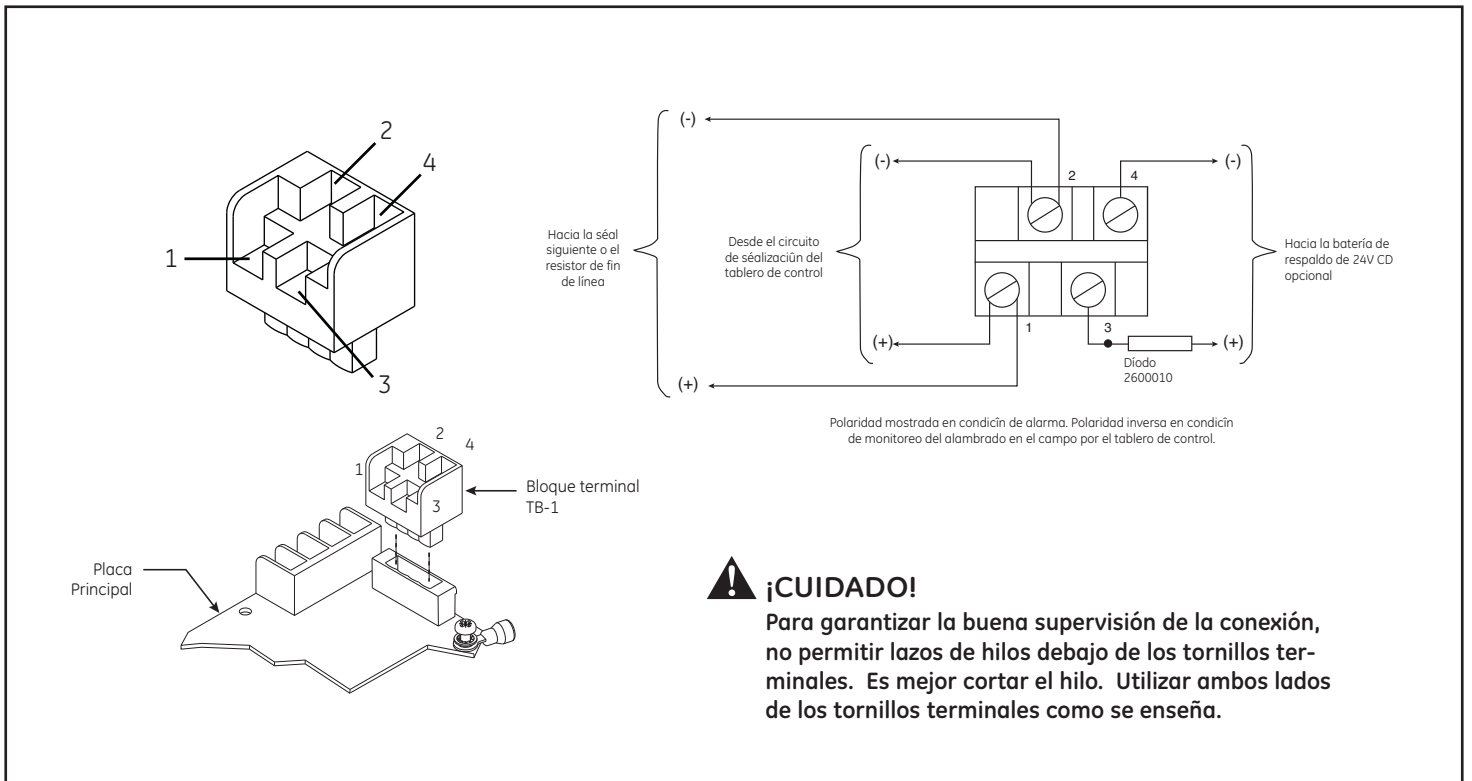

Figura 3. Alambrado al bloque terminal BT1
Para garantizar la buena supervisión de la conexión, no permitir lazos de hilos debajo de los tornillos terminales. Es mejor cortar el hilo. Utilizar ambos lados de los tornillos terminales como se enseña en la Figura 3.
- b. Conectar la alimentación entrante a los terminales TB1 uno y dos en la placa principal como enseña la Figura 3. Se tiene que respetar la polaridad.
- c. Conectar los hilos que van a la señal siguiente o al resistor de fin de línea con los terminales TB1 uno y dos en la placa principal como se ve en la Figura 3. Se tiene que respetar la polaridad.
- d. Opcional: Se puede conectar una batería exterior de 24V CD (no incluida) en serie con un diodo separado, número de parte 2600010 (incluido) a los terminales TB1 tres y cuatro en la placa principal como se ve en la Figura 3 y como se indica en el diodo.
NOTA: El "Terminal Block" o TB1 se puede desconectar de la placa principal para completar el cableado como se ve en la Figura 3.